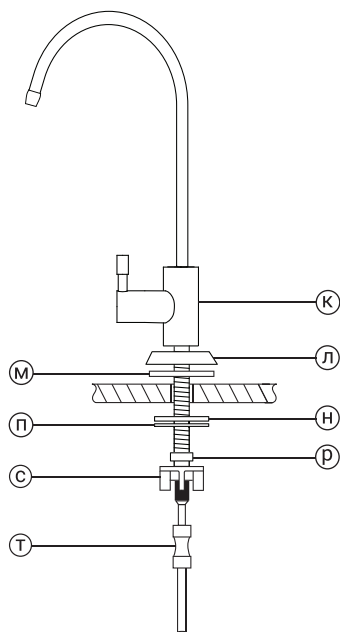

Рис. 9
2. Произведите монтаж крана (рис. 9) в следующей последовательности:
3. Свободный конец синей трубки подключите к фитингу 1/4" из комплекта поставки (см. раздел «Присоединение трубок» (стр. 6) и рис. 9).
4. Фитинг 1/4" вместе с установленной в него трубкой присоедините к штоку крана чистой воды (см. раздел «Присоединение трубок» (стр. 6) и рис. 9).